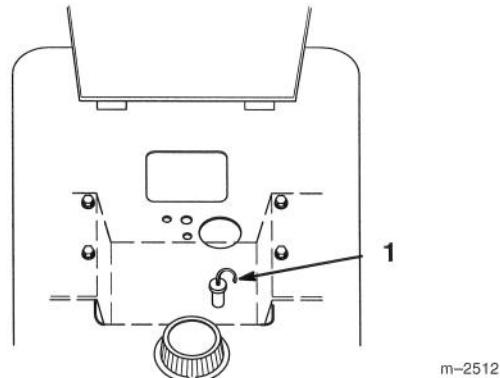

Abbildung 34
3. Den Bereich um den Ölmeßstab (Abb. 34) herum reinigen, damit kein Schmutz in die Einfüllöffnung fallen und Hinterachse und Kardanwelle beschädigen kann.
4. Den Ölmeßstab herausziehen und das Metallende sauberwischen (Abb. 34).
5. Den Ölmeßstab vollständig in das Einfüllrohr schieben (Abb. 34). Den Ölmeßstab herausziehen und das Metallende untersuchen. Bei kalter Hinterachse und Kardanwelle sollte das Öl an der "Full"-Marke am Ölmeßstab stehen (Abb. 34).